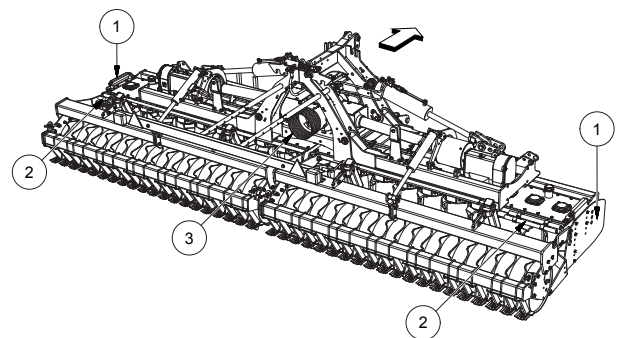

FIG. 23
- Seitlicher Schuttscharnier (1, "Fig. 23").
- Schutzschläuche gegen den Zugang des Werkzeugbereiches (2, "Fig. 23").
- Zapfwellenschutz hintere Seite (3, "Fig. 23").